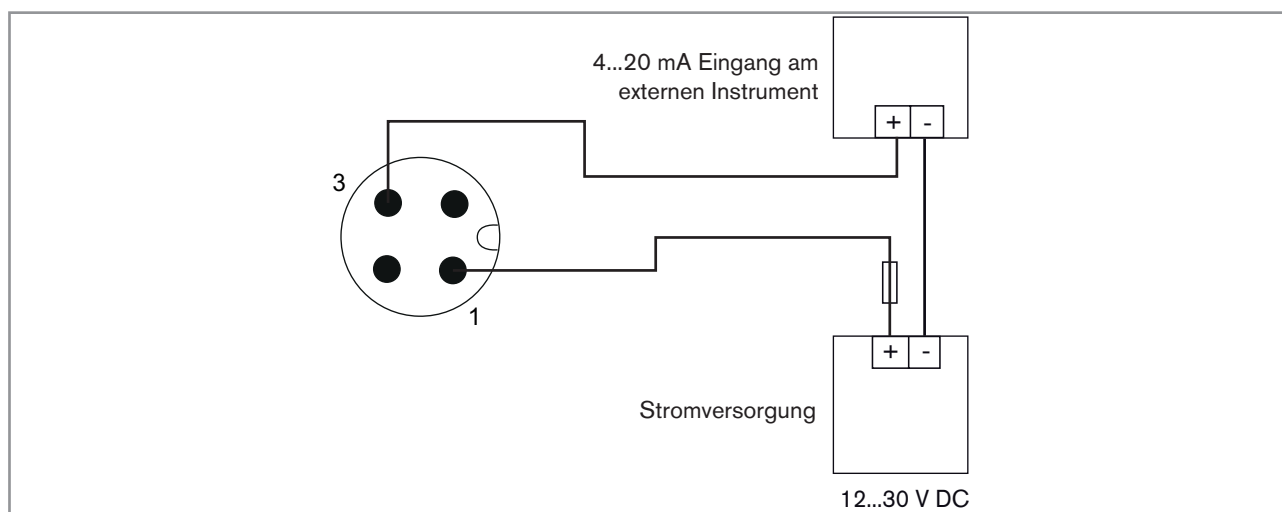

Bild 7: Gerät mit 4-poligem M12-Gerätstecker – Anschluss des Stromausgangs
- Den 4...20 mA-Stromausgang anschließen. Siehe Bild 7.